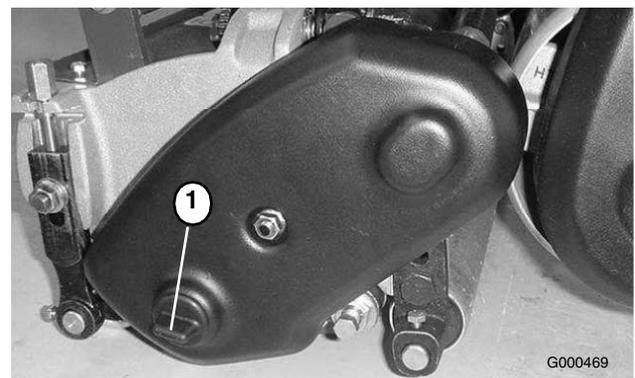

Figura 56
1. Retire o tampão da cobertura da transmissão do cilindro situada no lado esquerdo da estrutura do cilindro (Figura 56).